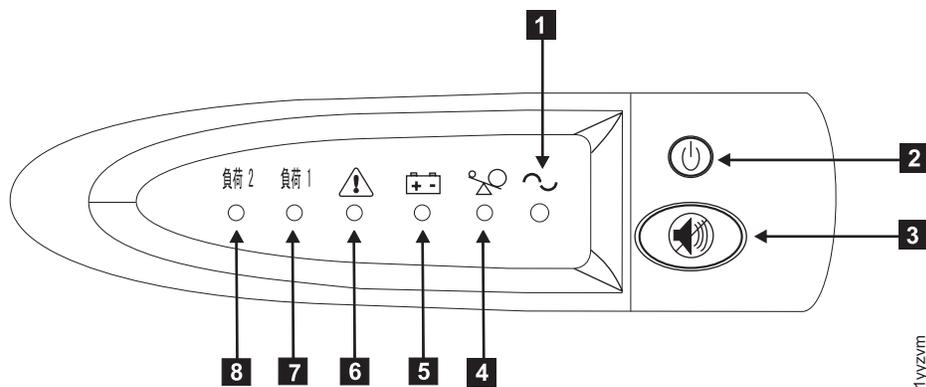

図 191. 2145 UPS-1U の電源スイッチおよびインディケータ
これで、2145 UPS-1U は待機モードになり、SAN ボリューム・コントローラーがオフラインになるはずですが、524 ページの図 191 に示されているすべてのインディケータがオフになります。
12. 2145 UPS-1U の電源をオンにするには、オン/オフ・ボタン **2** を押したままの状態にします。524 ページの図 191 を参照してください。2145 UPS-1U が自己診断テスト (約 5 秒を要す) を済ますと、電源オン・インディケータ **1** と負荷インディケータ (**7** および **8**) が永続的に点灯して、2145 UPS-1U が SAN ボリューム・コントローラーに電源を供給していることを示します。2145 UPS-1U は、通常モードのときにバッテリーの充電を開始します。